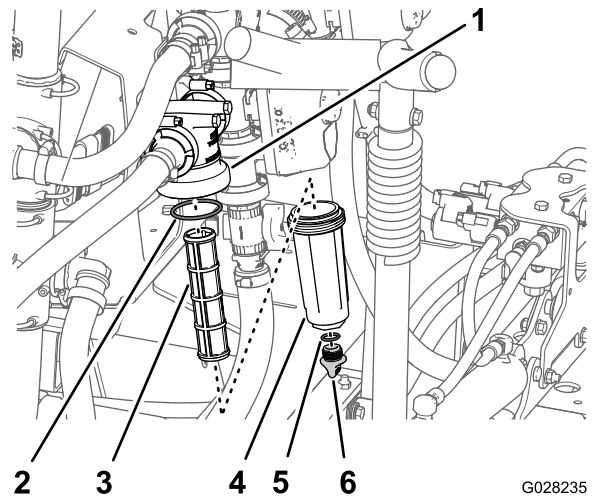

図 111
2. 圧力フィルタの下に受け容器をおく 図 111。
3. 圧力フィッティングのドレンプラグを左に回して外す 図 111。
4. ボウルを左に回してフィルタヘッドから外す 図 111。
5. 古い圧力フィルタエレメントを外す 図 111。
6. ドレンプラグの O リングボウルの内側とボウルの O リングフィルタヘッドの内側に傷や破損がないか点検する 図 111。
7. 新しい圧力フィルタエレメントをフィルタヘッドに取り付ける 図 111。
8. フィルタヘッドにボウルを取り付けて手締めする 図 111。
9. ボウルにプラグを取り付けて手締めする 図 111。